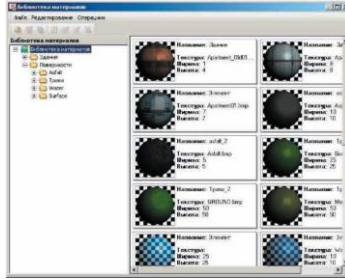

Рис.17. Библиотека материалов
- нажмите на появившуюся кнопку  I, расположенную в правой части строки. При этом откроется диалоговое окно (рис. 17):